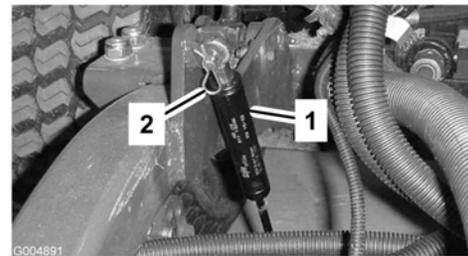

Bild 74
2. Nehmen Sie den Lastösenbolzen ab, mit denen die Stoßdämpfer an den Hubarmen befestigt sind (Bild 74). Drehen Sie die Stoßdämpfer zum Mähwerkgehäuse